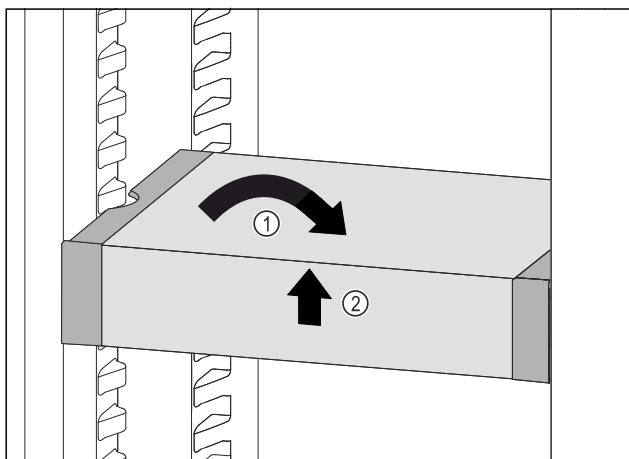

Fig. 88
- ▶ Установите VarioSafe прямо. Fig. 88 (1)
- ▶ Приподнимите VarioSafe спереди. Fig. 88 (2)